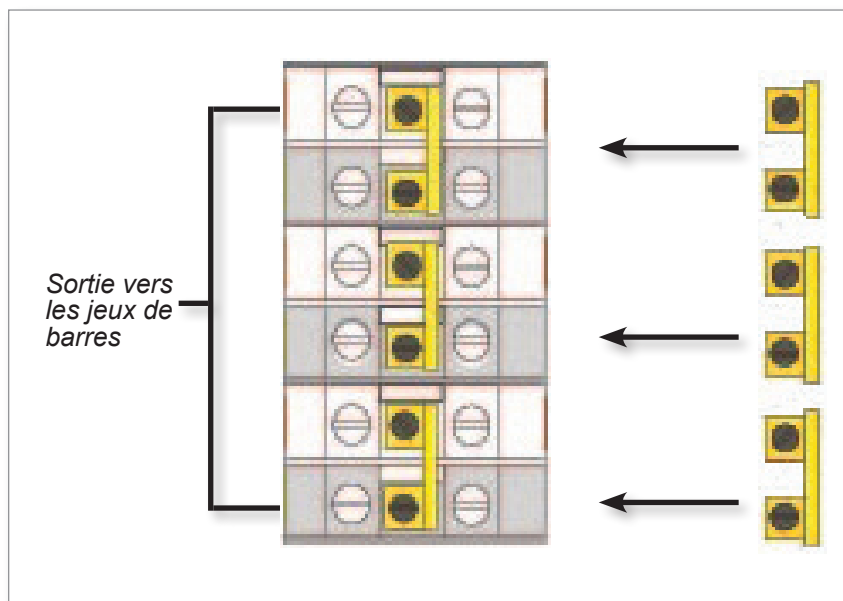

Figure 9-4 Installer les trois liaisons à 2 voies
2. Installer les trois liaisons à 2 voies. Voir Figure 9-4.